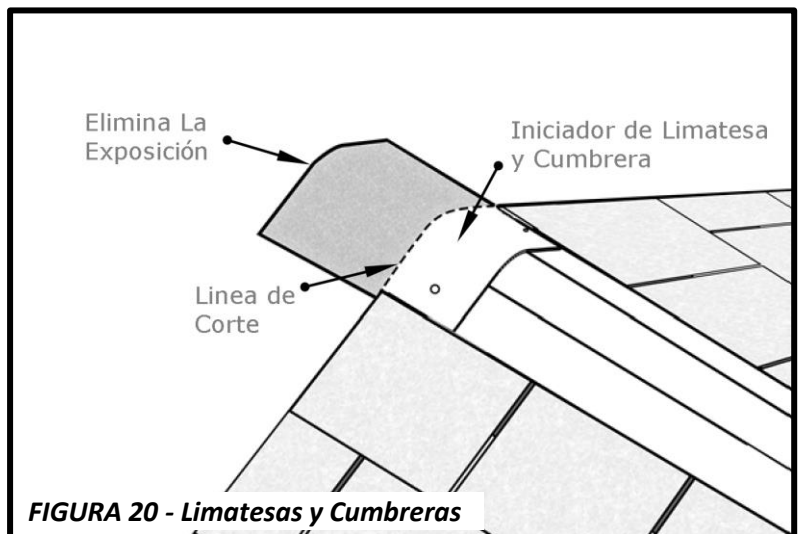
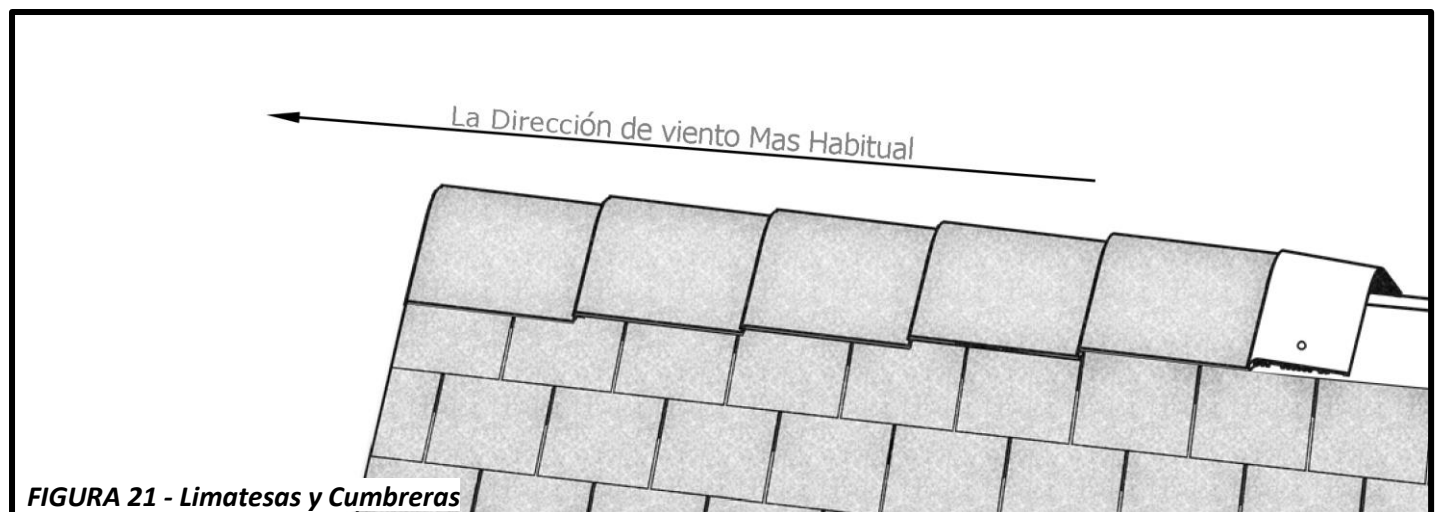

FIGURA 20 - Limatesas y Cumbreras
FIGURA 21 - Limatesas y Cumbreras
- Fabrica tejas de arranque para cumbreras cortando la porción expuesta, como se muestra en la **Figura 20**. Instale las limatesas y cumbreras con la exposición de **7 3/4" (197mm)**. En la cumbrera, empieza las tejas de limatesa y cumbrera en la dirección opuesta al viento prevaleciente, como mostrado en la **Figura 21**. En las limatesas empieza con las tejas limatesa del punto mas bajo de la limatesa. Para mas información, visite www.fwaveroofing.com.